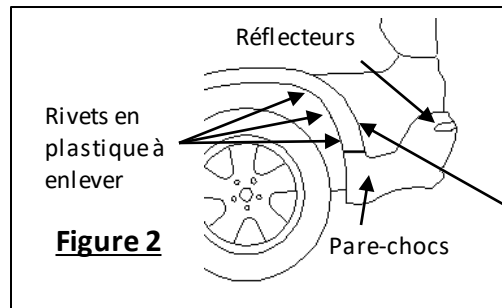
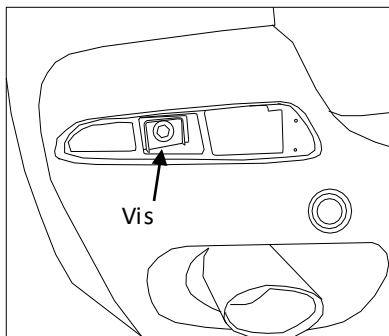

Figure 2
Figure 4
- a) Enlever 2 ou 3 rivets en plastique (chaque côté) de la moulure de passage de roue en plastique (Voir **Figure 2**). Les rivets ne peuvent pas être réutilisés. Des rivets de rechange sont fournis. Pour retirer le rivet, insérer un petit pointeau ou un foret dans le centre pour enfoncer le rivet.
- c) Retirer 6 vis dans le bas du carénage. Trois (3) chaque côté.
- d) Enlever les réflecteurs (on peut les enlever en libérant l'attache qui les fixent, sous le pare-chocs) (Figure 2). Retirer les vis derrière les réflecteurs (Voir **Figure 4**).